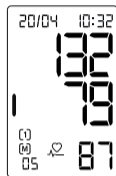

fig. 1
- Alla fine della misurazione, sul display compaiono contemporaneamente il valore della pressione arteriosa sistolica e diastolica, e in basso la frequenza del polso (vedi fig. 1).
- Oltre ai valori di misurazione, compaiono l'ora, la data, la memoria utente corrispondente **(1)** o **(2)** e il relativo numero di posizione di memoria (ad es. **(M) 05**). Il valore di misurazione viene assegnato automaticamente alla memoria utente visualizzata.